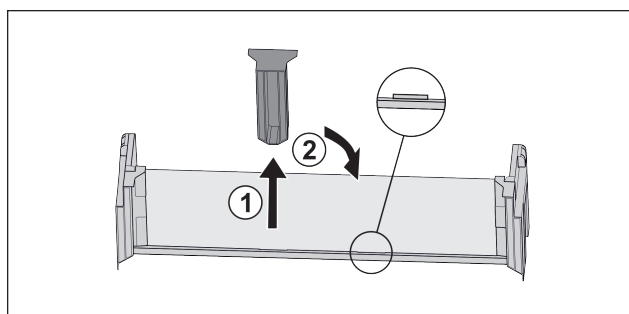

Fig. 124
- ▶ Retirar la pieza de sujeción central Fig. 124 (1).
- ▶ Colocar la pieza de sujeción central en la segunda posición Fig. 124 (2).